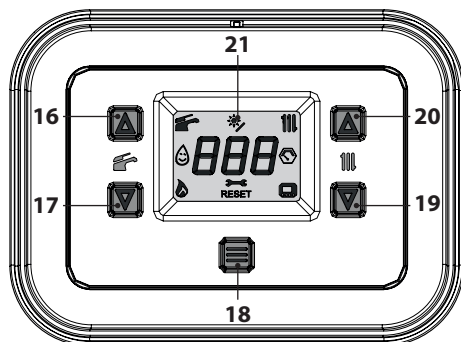
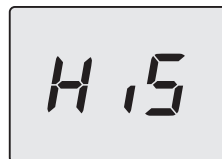
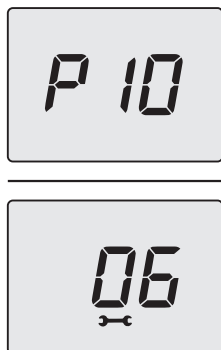
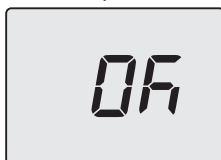

Figura 5.55
Figura 5.56
Figura 5.59
Figura 5.60
- Entrare in "modalità programmazione" premendo contemporaneamente per 5 secondi i tasti 17 e 19 (Figura 5.55) fino a far apparire sul display LCD le lettere **HIS** che indicano il menu "Storico delle caldaie" (Figura 5.56).
- Premere per 1 sec. il tasto 18 (Figura 5.55) per entrare nel parametro selezionato. Il display visualizzerà quanto segue (6=60 secondi) (Figura 5.59).
- Premendo il tasto 18 (Figura 5.55) si ottiene la conferma del valore inserito. Il display visualizzerà per 5 sec. quanto segue (Figura 5.60) poi, si porterà al livello superiore.
- tenere premuti contemporaneamente i tasti 17 e 19 per 5 sec. (Figura 5.55) (ritorno al livello precedente).